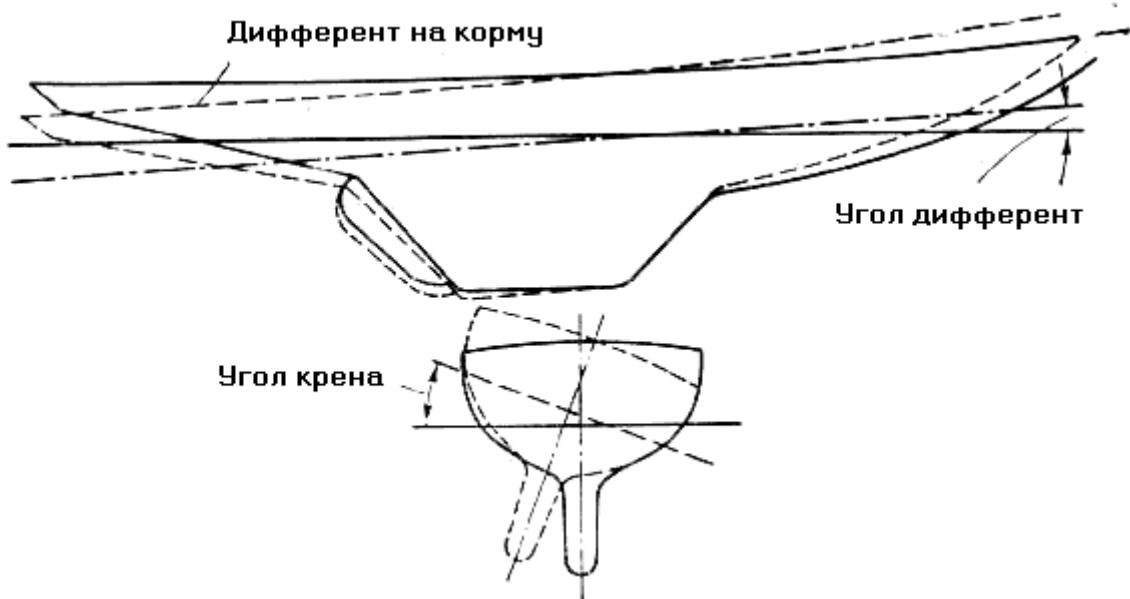

Рис. 77. Крен и дифферент
**Остойчивость.** Если судно сидит так, что его расчетная ватерлиния не параллельна действительной в продольном направлении (**рис. 77**), то говорят, что судно имеет дифферент на нос или корму. Дифферент обычно является следствием неверного расчета судна, или неправильного распределения грузов по длине судна, или, наконец, следствием затопления его кормовых или носовых отсеков.